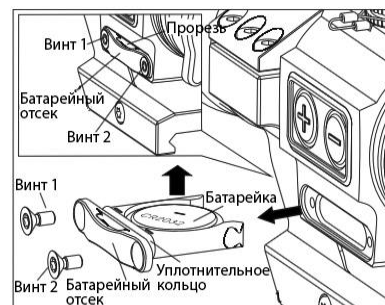

Рис. 2-1
- 1) Извлечение батарейки (Рис. 2-1):